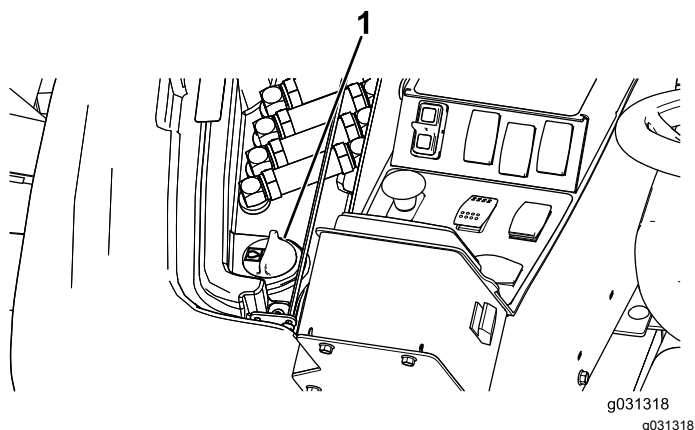

Figura 133
2. En el lado derecho de la máquina, levante la tapa para tener acceso al tapón del depósito hidráulico (Figura 133).
3. Limpie la zona alrededor del cuello de llenado y el tapón del depósito hidráulico (Figura 133).